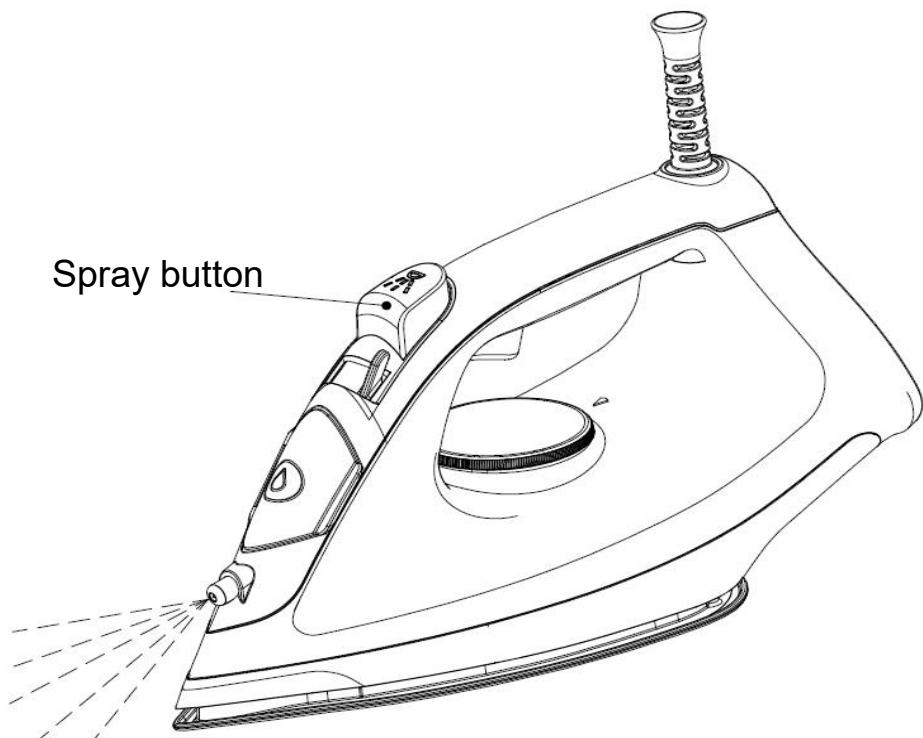

Fig.6
16. Vous pouvez pulvériser de la brume en appuyant une fois sur le bouton Spray (voir Fig.6).